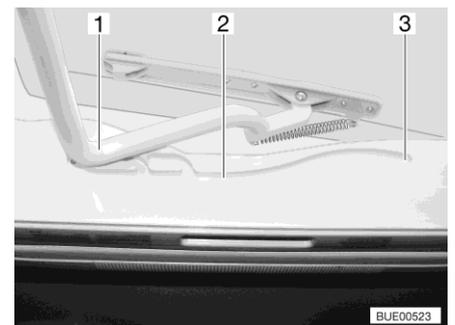

Fig. 115 Glissière (lanterneau Heki)
- Tirer l'étrier (Fig. 115,1) dans les glissières (Fig. 115,2) jusque dans la position la plus reculée (Fig. 115,3).
- Pousser l'étrier (Fig. 115,1) légèrement vers le haut avec les deux mains.
- Tirer l'étrier dans les glissières (Fig. 115,2) jusqu'à la position souhaitée.